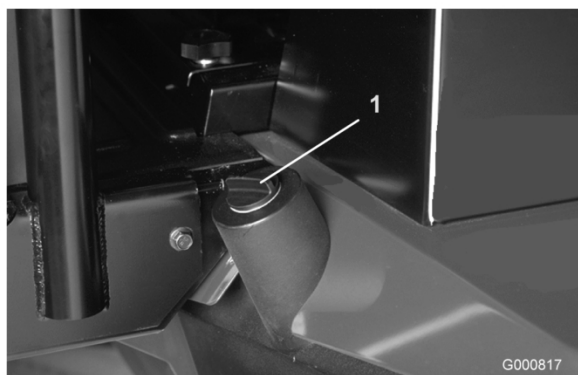

Figure 22
2. Nettoyez la surface autour du goulot de remplissage et du bouchon du réservoir hydraulique (Figure 22). Retirez le bouchon du goulot de remplissage